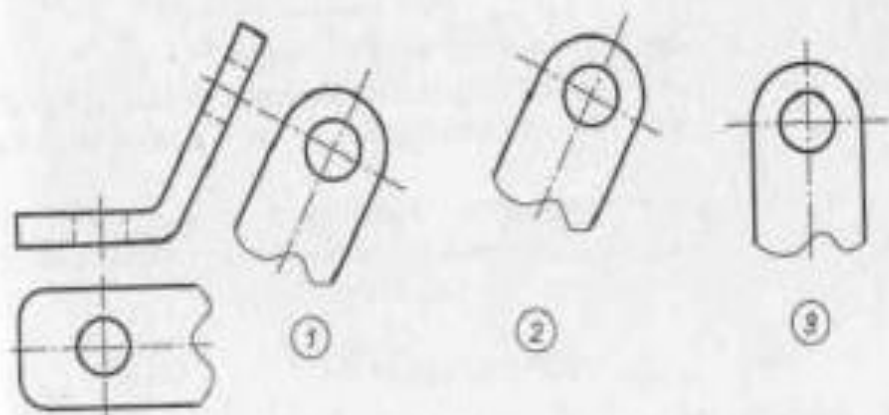

Рис. 48
3.21. На рис. 48 приведены три варианта выполнения дополнительного вида детали. Обозначить эти дополнительные виды.